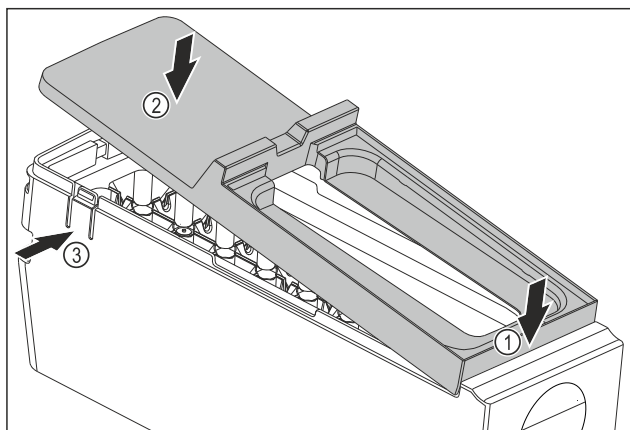

Fig. 77
- ▶ Смонтируйте крышку корпуса EasyTwist-Ice: Установите крышку спереди. Fig. 77 (1)
- ▶ Опустите крышку сзади. Fig. 77 (2)
- ▷ Крышка со щелчком фиксируется в накладках Fig. 77 (3).